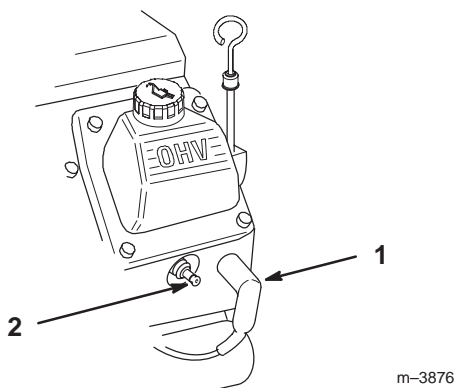

Figure 28
2. Débranchez les fils des bougies (Fig. 28).
3. Rebranchez les bougies (Fig. 28).